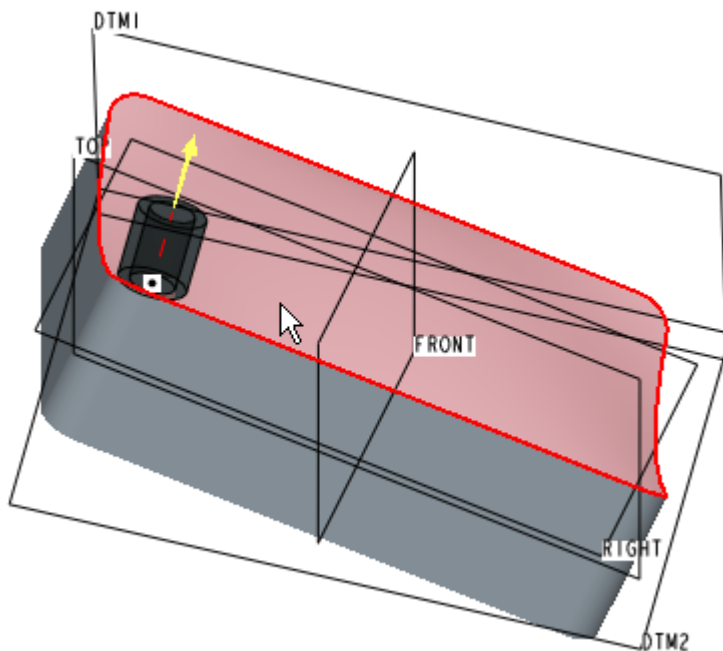

图 52-27
(4) 单击  按钮，完成草图绘制返回拉伸特征操控板，选择剖面圆顶曲面为拉伸终止面，如图 52-27 所示。